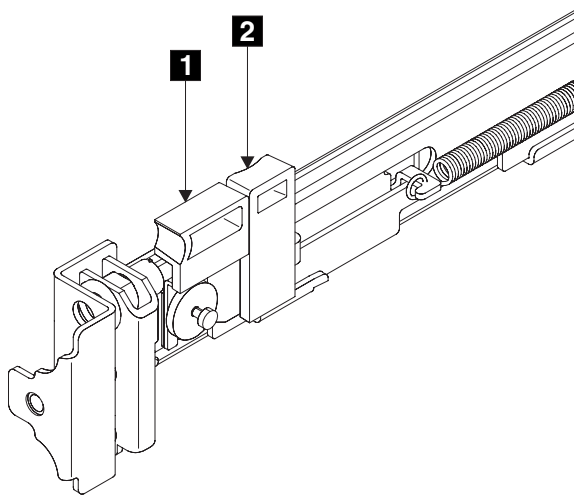

図 41. ラッチ・ロック・キャリアを引っ込める
2. ラッチ・レバー **1** (図 41) の側面に人差し指を置き、親指をラッチ・ロック **2** の正面に置きます。